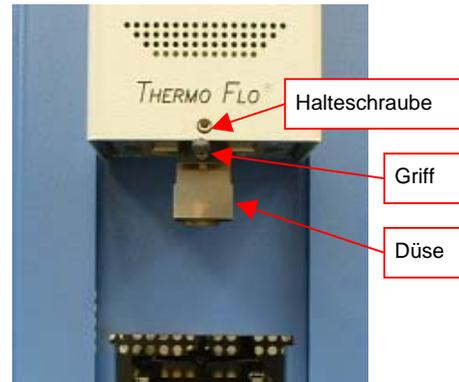

Abbildung 3b
- d. Einsetzen/Wechseln der Düse. (Abbildung 3b)